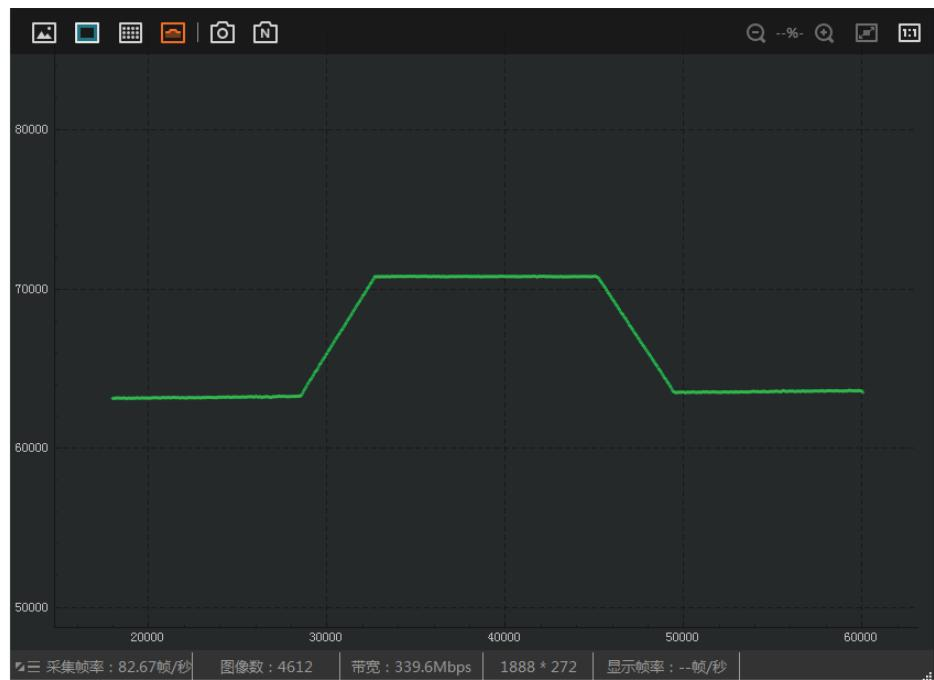

图5-7 轮廓图
- 轮廓图：显示设备拍摄淮安的轮廓数据，如图 5-7 所示。